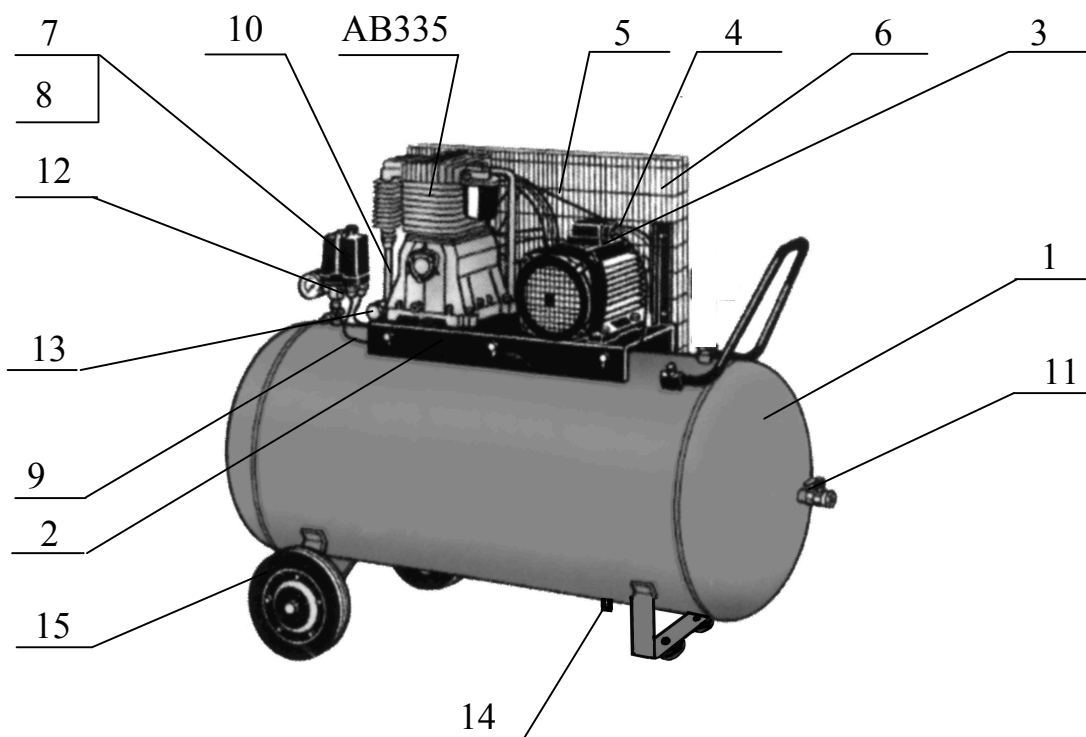
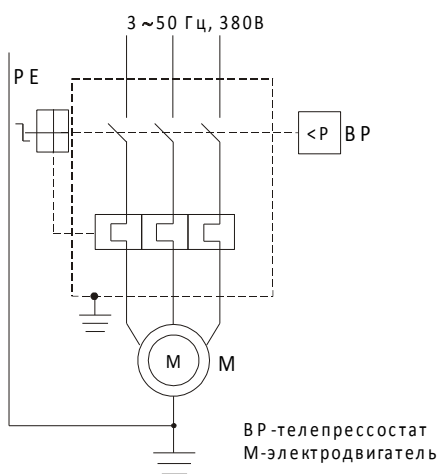

Рис. 1
Рис. 3
2.8. Общий вид компрессора представлен на рис. 1, 2 схема электрическая принципиальная - на рис. 3, 4.
Примечание: комплект колес, амортизаторов (поз. 15, см. рис. 1) и детали их крепления упакованы отдельно.
5.1. Компрессор (рис.1, 2) состоит из следующих основных сборочных единиц и деталей: блока поршневого АВ335, ресивера (воздухосборника) 1, платформы 2, электродвигателя 3 со шкивом 4, клиновых ремней 5, защитного ограждения 6, прессостата 7, манометра 8, воздухопровода сброса давления 9, нагнетательного воздухопровода 10, клапана предохранительного 12, клапана обратного 13, крана слива конденсата 14, колес и амортизаторов 15.
Ресивер (воздухосборник) 1 (см. рис. 1, 2) служит для сбора сжатого воздуха, устранения пульсации давления, отделения конденсата и масла. Ресивер является также корпусом, на котором смонтированы узлы и детали компрессора.